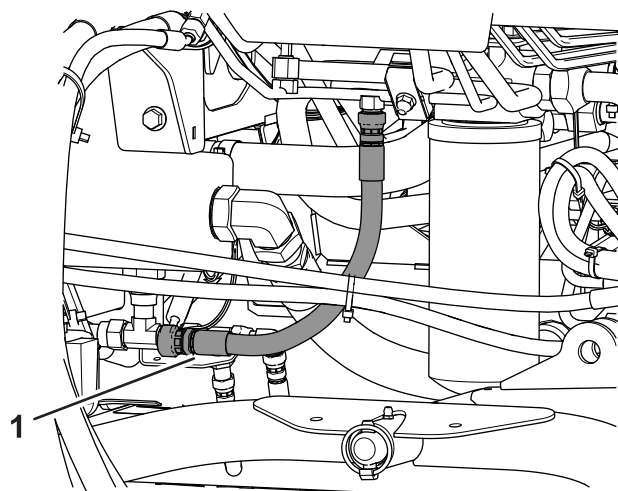

Рисунок 68
2. Установите большой сливной поддон под штуцер, расположенный в нижней части бака с гидравлической жидкостью (Рисунок 68).